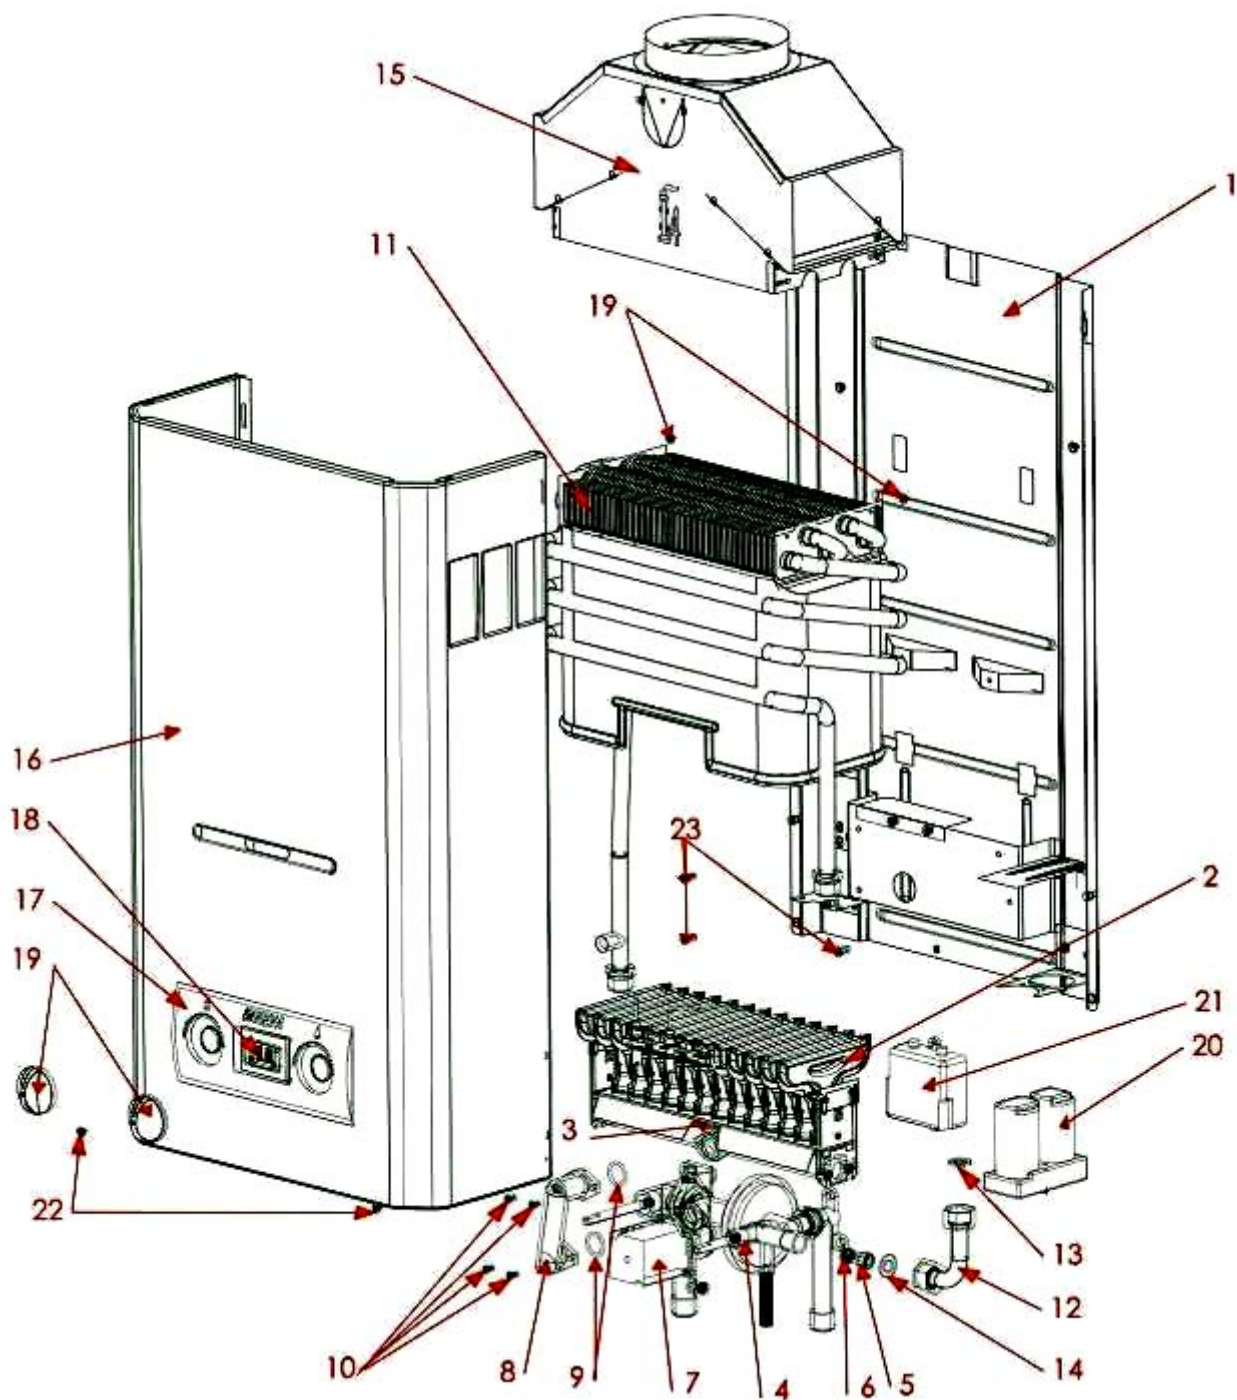

Рисунок 13. Вид аппарата в разобранном состоянии
- Выполнить демонтаж водогазового узла 4 (рис. 13) (п. 9.3);
- снять облицовку 16 (рис. 13) (п.п. 4.1.1);
- Выполнить демонтаж электронного блока 21 (рис. 13) (п. 9.4);
- Выполнить демонтаж батарейного отсека 20 (рис. 13) (п. 9.5);